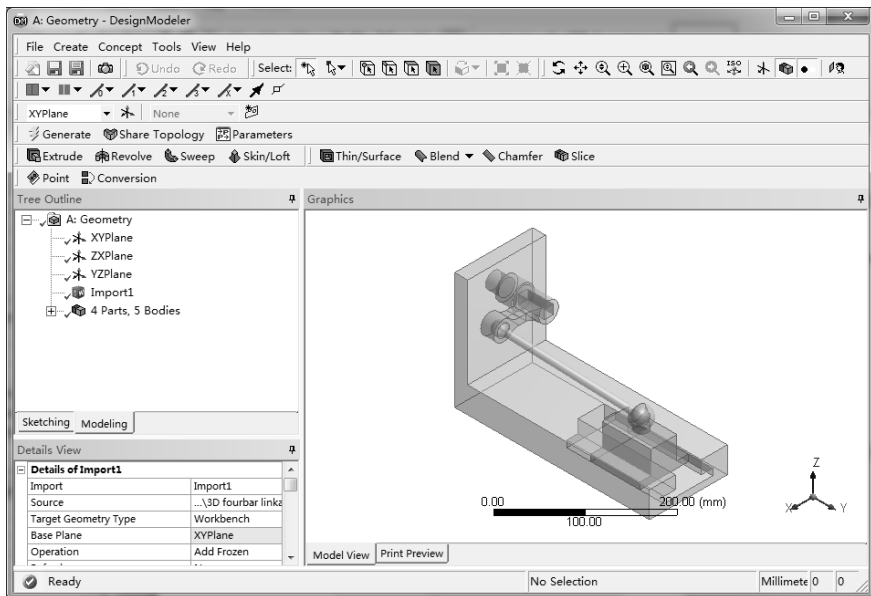

图 10-18 生成几何图形后的 DesignModeler 界面
4) 进入 DM 后，设计树中【Import1】节点前面显示 , 表示需要生成，图形窗口没有图形显示，单击  按钮，生成几何体，即可在窗口右侧显示出几何图形，如图 10-18 所示。